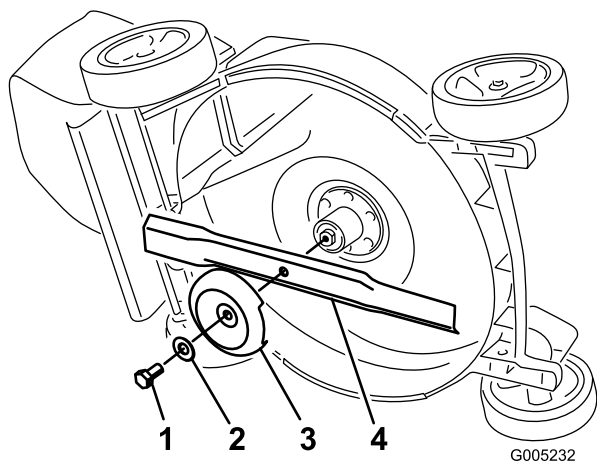

Figure 27
4. Basculez la tondeuse sur le côté **droit** (Figure 27).
Tenez la lame à son extrémité avec un chiffon ou un gant épais. Enlevez le boulon, la rondelle, la coupelle de protection et la lame (Figure 27).